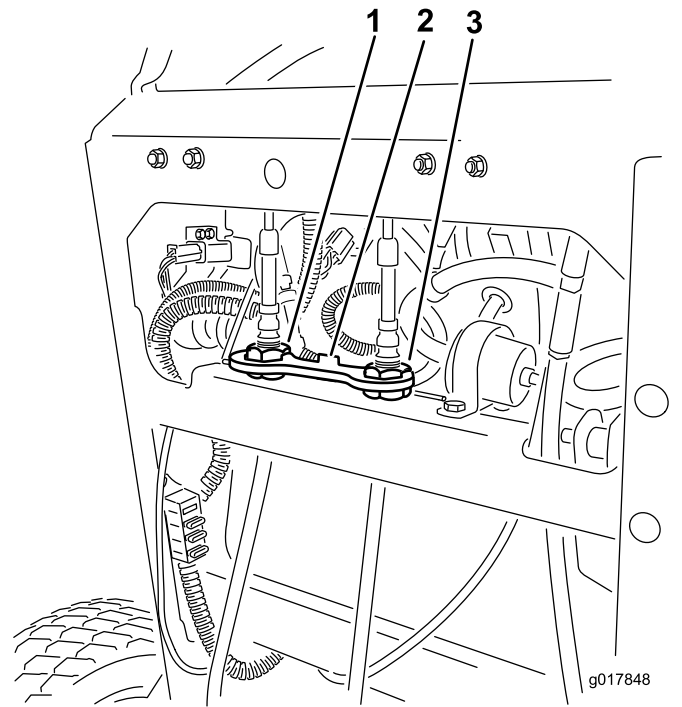

Figure 75
2. Levez et déposez le verrou à câble qui fixe les écrous de réglage du câble (Figure 75).
6. Placez le verrou à câble sur les écrous de réglage de câble pour bloquer le réglage (Figure 75).